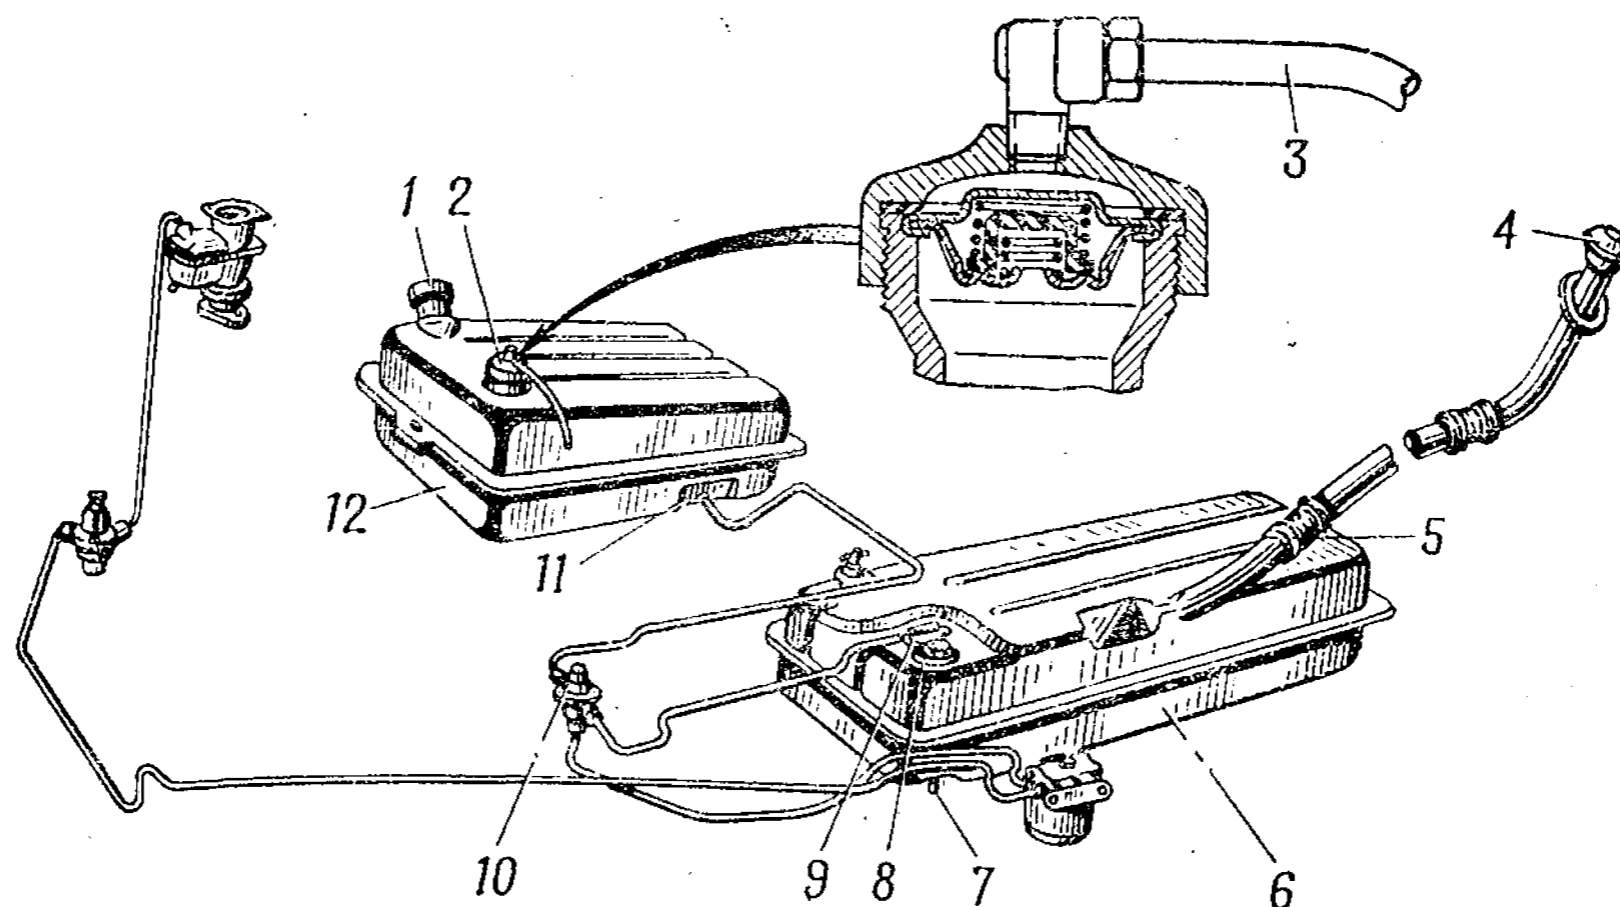

Рис. 4. Топливные баки:
2. Повернуть рукоятку тройного краника 10 (рис. 4) в положение, соответствующее включению основного топливного бака 6.
2. Повернуть рукоятку тройного краника 10 (рис. 4) в положение, соответствующее включению дополнительного топливного бака 12	—